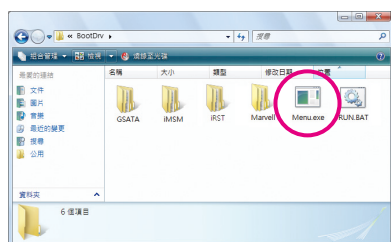
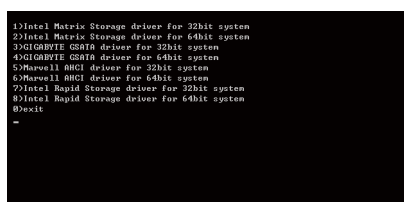

图 4
图 5
- 2: 进入光盘中「BootDrv」文件夹，双击「Menu.exe」文件(图4)后会出现「命令提示符」画面，内含如图5的控制器选单。
- 3: 放入空白软盘。依所要安装的操作系统按下SATA控制器驱动程序代码后再按<Enter>键。以图5的选单为例：